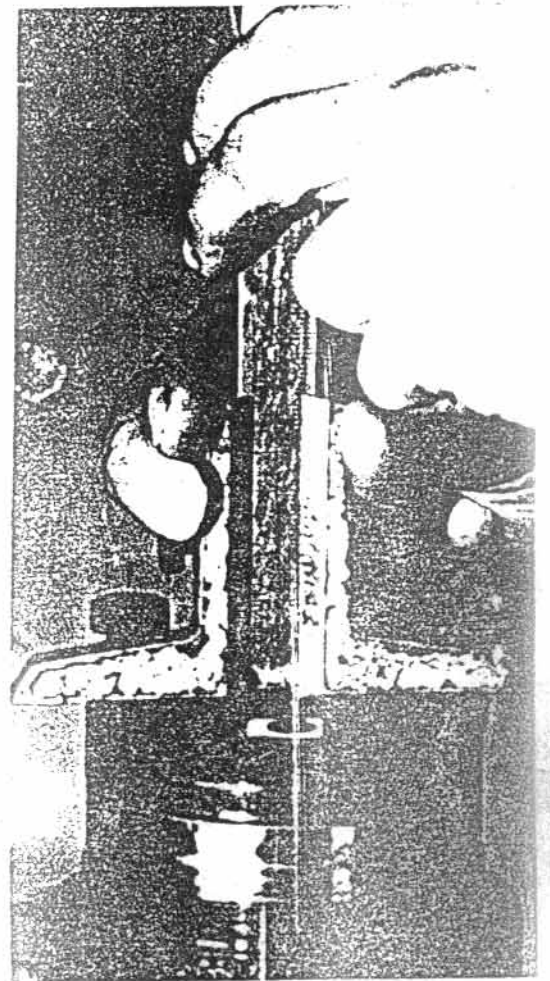

Рис. 8.23
- Ставятся на корпусе опорная плита 5, рабочая пара - статор 4 и ротор 36, распределительная плита 3 и дистанционная шайба от сборочного распределительного диска 40 и затягиваются двумя болтами. Измеряется расстояние от внешней плоскости распределительного диска до торца цапфы шарнирного вала. /См. рис. 8.23/. Из измеренной величины вычитается толщина шайбы 41. Разница представляет аксиальный зазор шарнирного вала, который должен иметь значение от 0,3 до 0,5 мм и регулируется посредством подходящего набора регулирующих шайб 33. Шайбы толщиной: 1,3; 1,55; 1,60; 1,65; 1,70; 1,75; 1,8; 1,85; 1,90 и 1,95 мм.